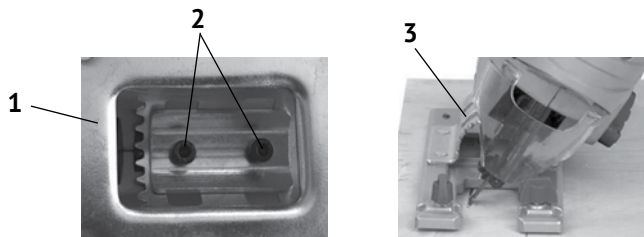

рис.2
2.2.5 Установка угла наклона опорной плиты лобзика (см. рис.2):
- ослабить два винта крепления опорной плиты (рис.2 поз.2) к корпусу шестигранным ключом;
- сдвинуть опорную плиту (рис.2 поз.1) немного назад;